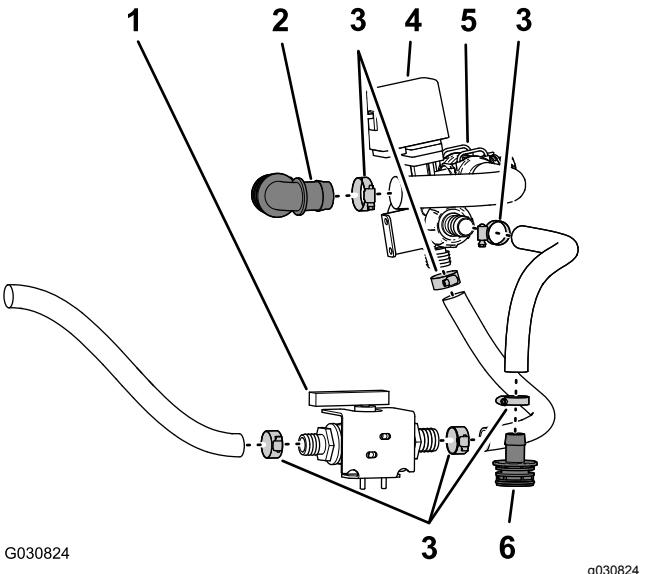

Figura 70
2. Retire la abrazadera que sujetla la manguera al otro extremo de la válvula de bola (Figura 70).
3. Retire la abrazadera que sujetla el acoplamiento dentado de 90° a la manguera desde la válvula de desvío (Figura 70).
4. Retire las abrazaderas que sujetan la manguera entre el acoplamiento dentado recto y la válvula de agitación (Figura 70).
1. Retire las abrazaderas que sujetan la manguera entre la válvula de bola y la parte inferior de la válvula de agitación (Figura 70).